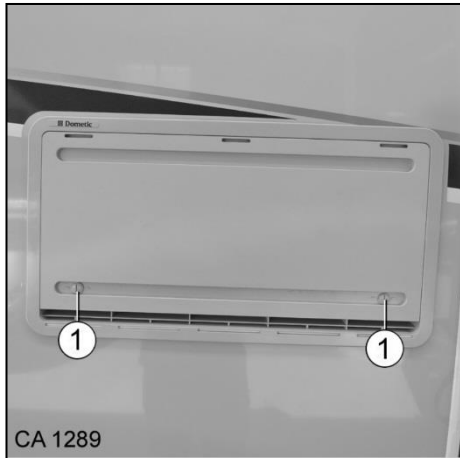

Fig. 127 Recouvrement d'hiver du frigo
1. A l'aide d'un objet plat (clé du véhicule p. ex.), placer les verrous rotatifs (Fig. 127/1) horizontalement.
2. Placer les verrous rotatifs (Fig. 127/1) verticalement.